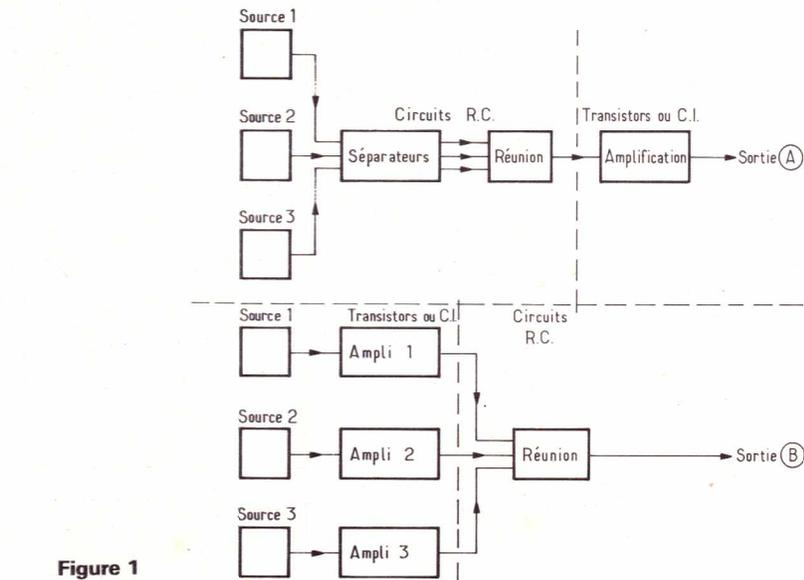

Figure 1
Dans certains montages mélangeurs, chaque source de signaux à mélanger est branchée à un amplificateur individuel et le mélange s'obtient en connectant ensemble les sorties de ces amplificateurs (voir figure 1 (A) et 1 (B)). Le premier est le plus économique et donne entière satisfaction. On compense la perte de gain due aux circuits séparateurs à résistances, par le gain fourni par l'amplificateur unique.